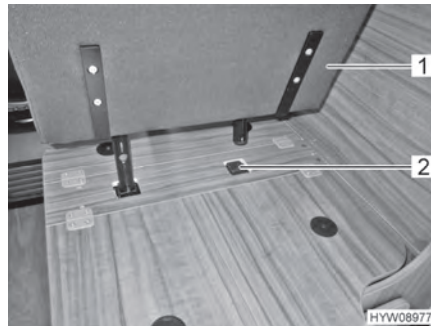

Bild 19 Stecksitz in Halterung stecken
- Stecksitz (Bild 19,1) in Halterung (Bild 19,2) stecken.